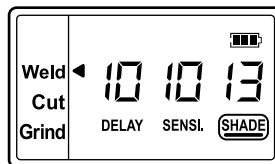

fig.3b
**Mode de soudage - Shade 9 ~ 13 (voir fig.3b)**